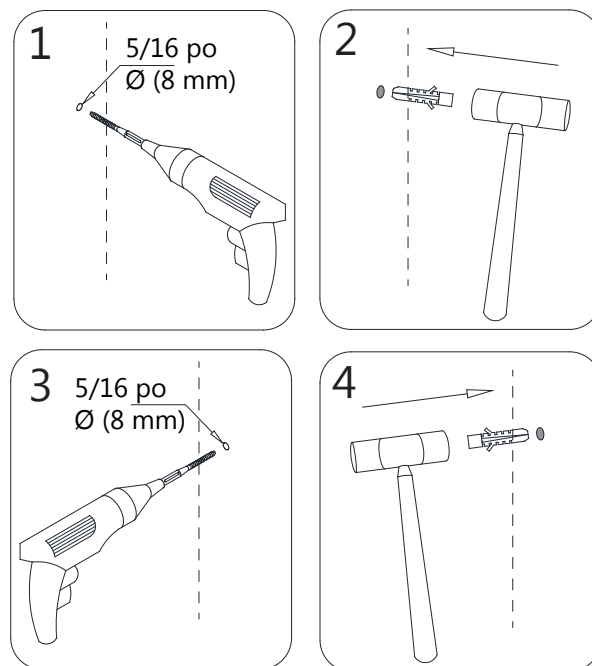

Fig 9
9. Déplacez le cadre sur le côté et retirez les **profilés muraux (N° 01)**. Percez les trous dans le mur avec une mèche de **5/16 po Ø (8 mm)** et insérez les **ancrages muraux (N° 03)**. **Fig. 9**